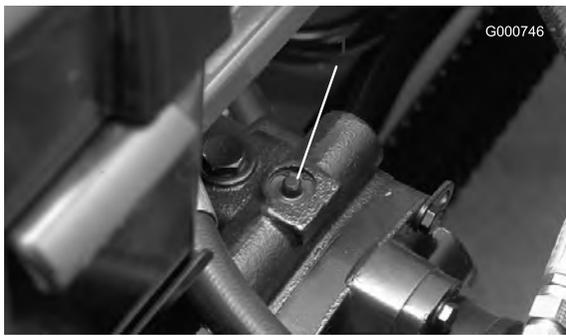

Figure 39
1. La vanne de dérivation se trouve en haut de la pompe à cylindrée variable (Figure 39). Tournez la vanne à 90° dans l'un ou l'autre sens pour l'ouvrir et dériver l'huile à l'intérieur de la transmission. Il est alors possible de déplacer la machine lentement sans endommager la transmission.